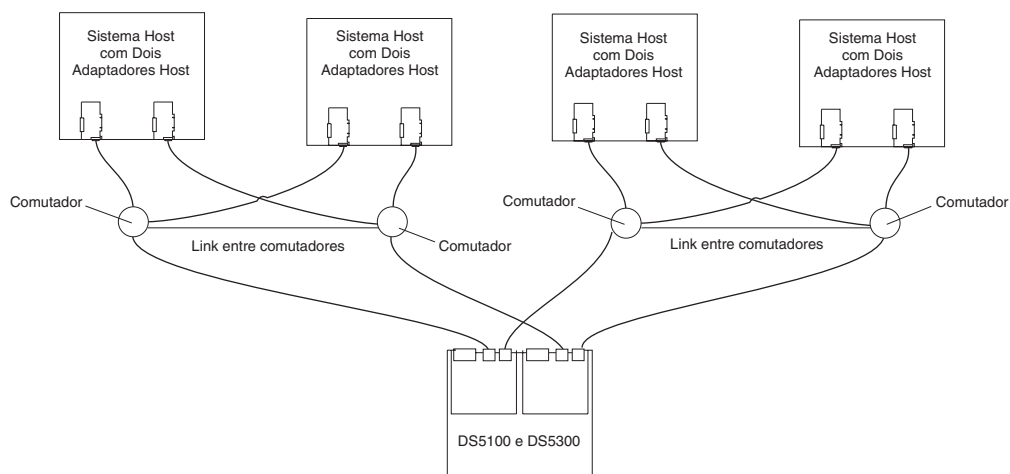

Figura 81. Exemplo de uma Configuração com Dois Clusters
- Dois clusters, conforme mostrado na Figura 81 na página 124
A Figura 81 na página 124 traz um exemplo de um e quatro sistemas host configurados em dois clusters; cada cluster compreende dois sistemas host e dois comutadores de Fibre Channel.